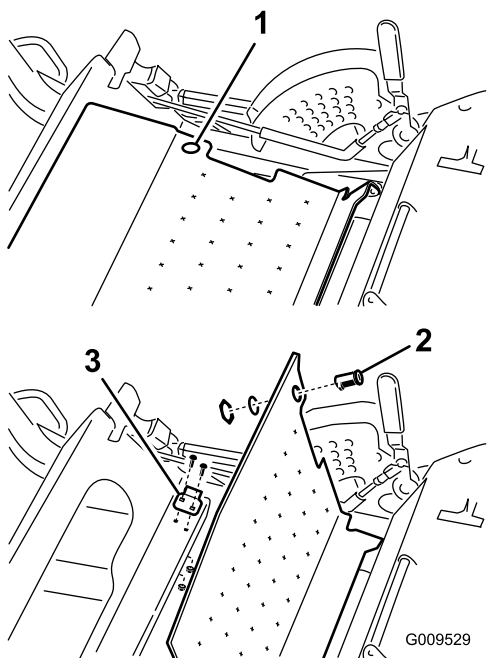

Figura 6
1. Levante la chapa de suelo (Figura 6).
2. Instale el cerradero de la chapa de suelo en el bastidor (Figura 6) usando dos pernos de cuello cuadrado ($\frac{1}{4}" \times \frac{3}{4}"$) y 2 contratuercas ($\frac{1}{4}"$).